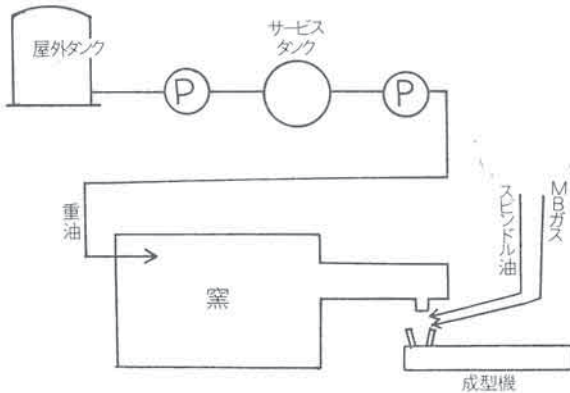

図1 ガラス製造工程
- (1) 図1に示すように、この工場では屋外タンク貯蔵所から送られた重油を燃料とし、窯を加熱してガラスを溶融し、それを回転式ガラス成型機(MDP機)の型へ流し込み、徐冷して製品とする。